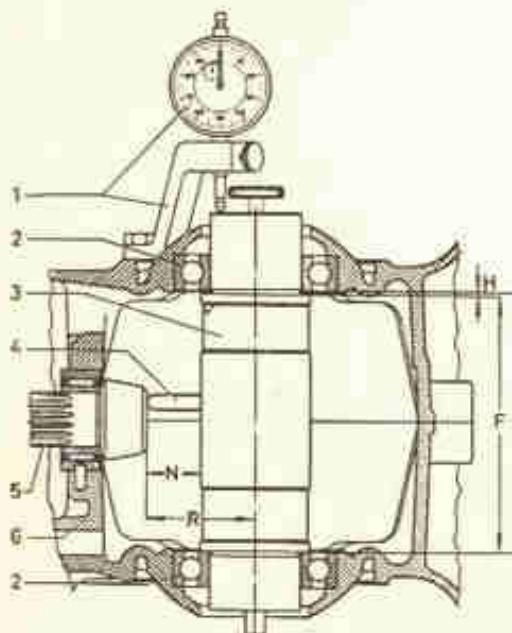
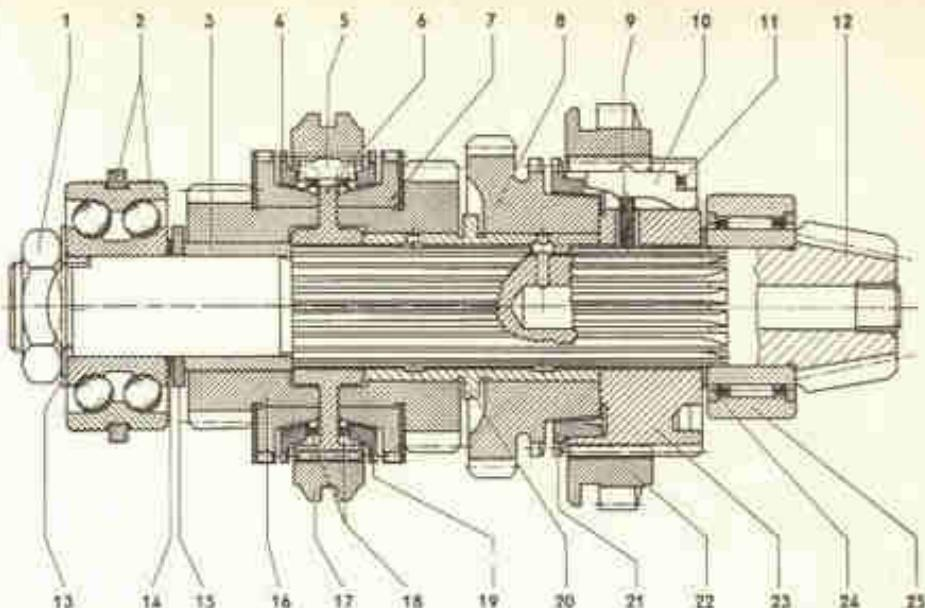

Fig. 17-J — Medidas fornecidas pelo calibre VW 289 b.
Fig. 22-J — Corte longitudinal da árvore secundária.
O conjunto do pinhão e da coroa em sua fase de fabricação, depois de submetidos a rigorosos testes em máquinas especiais, são marcados com indicações que permitem sua ajustagem ideal. Essas marcações são feitas no pinhão e na coroa e indicam certas medidas e afastamentos que devem ser observados no cálculo dos calços de regulagem (10 na fig. 13-J), de cuja espessura depende a precisão da regulagem, ou melhor, a correta posição da coroa dentro da carcaça. A posição do pinhão se determina pela espessura dos calços de regulagem indicados pelo n.º 14 na fig. 22-J e pelo n.º 30 na fig. 7-J.
— Coloca-se o calibre VW 289 b no anel interno do roloamento esquerdo. Aperta-se para dentro o pino de contacto do calibre (4, fig. 17-J) a fim de que não toque na face do pinhão e firma-se o mesmo nessa posição com o parafuso de carretilha do calibre.
— Monta-se um relógio micrométrico em um estôjo no flange sextavado como se vê na fig. 17-J e firma-se o ponteiro em zero, tendo a ponta encostada no calibre VW 289 b.
— Gira-se então a carcaça de  $180^\circ$ . O calibre VW 289 b naturalmente se desloca dentro da carcaça e esse deslocamento é indicado pelo relógio. Se somarmos esse deslocamento ao comprimento total do calibre (F, na fig. 17-J), teremos a medida total da largura da carcaça:
Antes de se retirar o calibre, solta-se o parafuso da carretilha e faz-se com que o pino de contacto (4) se encoste na face do pinhão, a fim de medir a distância N (fig. 17-J). Essa distância, somada a medida do raio do calibre, que é fixa, nos dá a medida R, que vamos precisar para ajuste do pinhão.
A regulagem se faz por meio de arruelas de ajuste designadas pelo n.º 14 na fig. 22-J e pelo n.º 30 na fig. 7-J. A medida necessária para determinação da espessura dessas arruelas já foi tomada quando tratamos das medidas para regulagem da coroa. É a medida R, mostrada na fig. 17-J que é igual a medida N, obtida somada ao raio do calibre VW 289 b. O raio do calibre é de 30,00 mm e o comprimento do pino de contacto, medido, é de 29,60 mm, por suposição, de modo que o comprimento R será de 59,60 mm. Suponhamos que o afastamento marcado
**Impressão na face do dente.** Isto significa que o pinhão está muito afastado da coroa. Colocam-se então calços de ajuste (14, fig. 22-J) ligeiramente mais grossos para aproximar o pinhão da coroa.